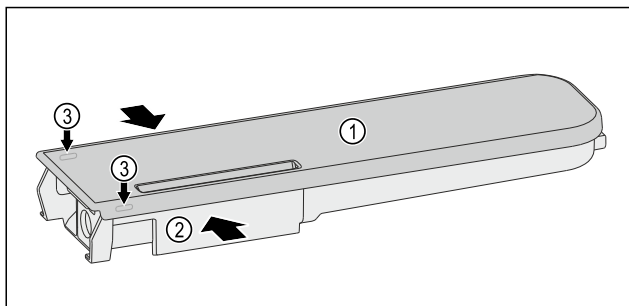

Fig. 135
- ▶ Stlačte nádrž na vodu Fig. 135 (2) k sobě a víko Fig. 135 (1) opatrně vypáče přes západky Fig. 135 (3) a vytáhněte nahoru.
- ▶ Víkem Fig. 135 (1) pohybujte lehce tam a zpět a sejměte jej nahoru.